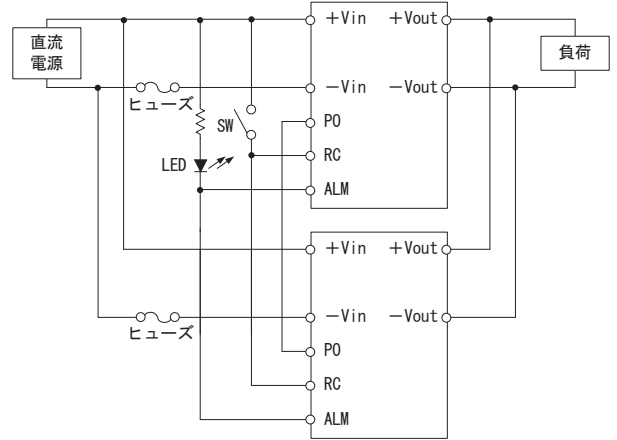

図4.2 並列運転時の接続例
■並列運転を行う場合、SFLS同士のPO端子、ALM端子を接続してください。並列運転時の接続方法を図4.2に示します。